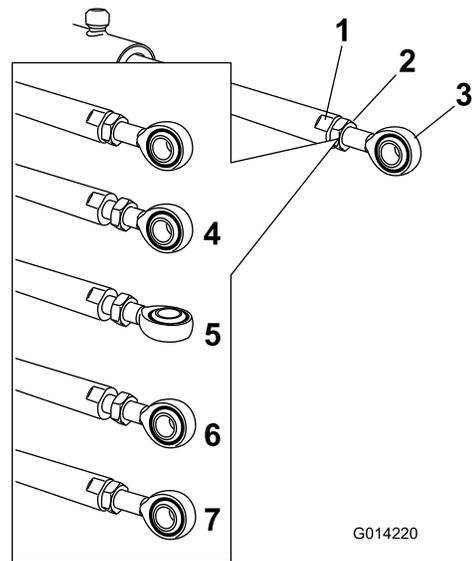

Figura 75
5. Utilize uma chave nos lados planos do acionador para imobilizar e, em seguida, desaperte a porca para permitir que a barra do olhal seja manipulada (Figura 75).
6. Rode barra do olhal na barra do olhal para diminuir ou aumentar o acionador estendido para a posição desejada (Figura 75).